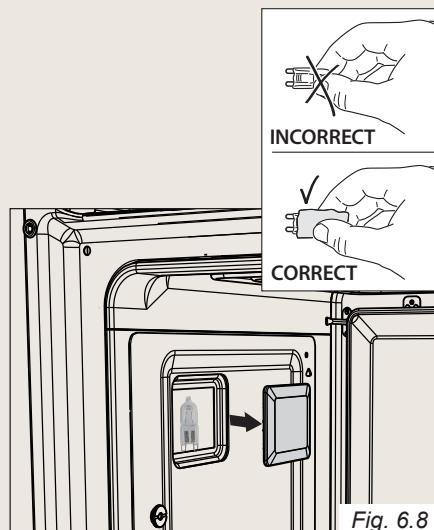

Fig. 6.8
- * Retirez le couvercle de protection (figs. 6.8).